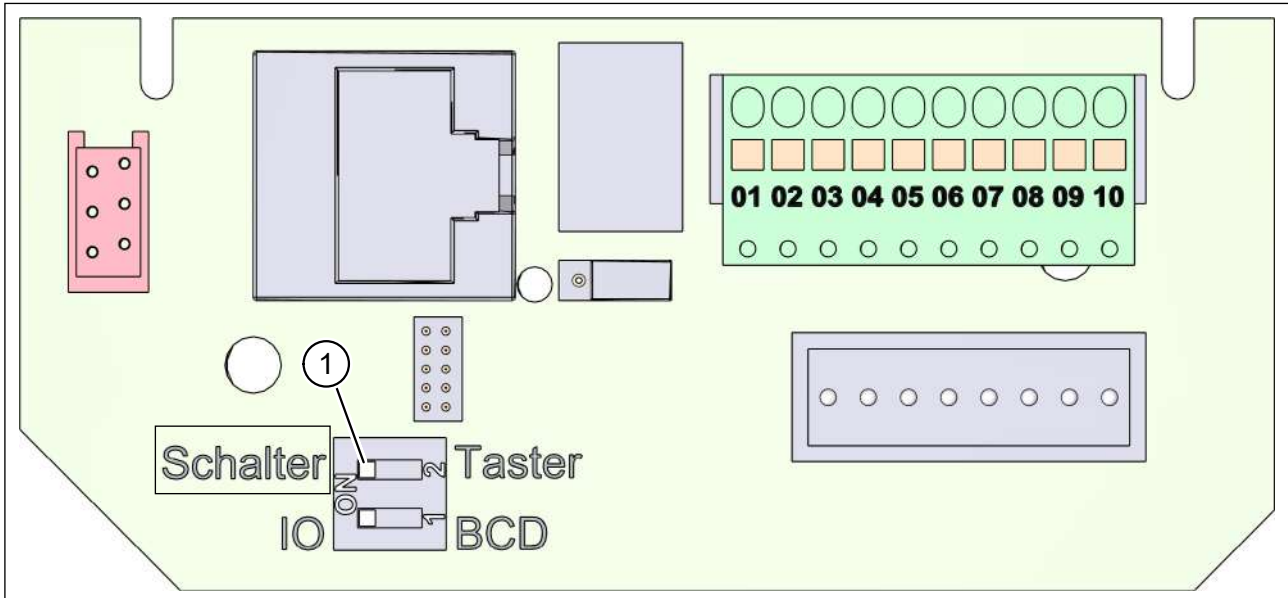

Abb. 34: Anschlussplatine im Lüftungsgerät mit Klemmenbelegung
Werkseitig ist der DIP-Schalter 2 (Pos. 1 in Abb. 34) auf die Stellung „Taster“ gesetzt. In Verbindung mit dem Dreistufen-Drehschalter muss der DIP-Schalter 2 auf die Stellung „Schalter“ gesetzt werden.
- ▶ Setzen Sie den DIP-Schalter 2 der Anschlussplatine auf die Stellung „Schalter“ (siehe Pos. 1 in Abb. 34 auf Seite 50).